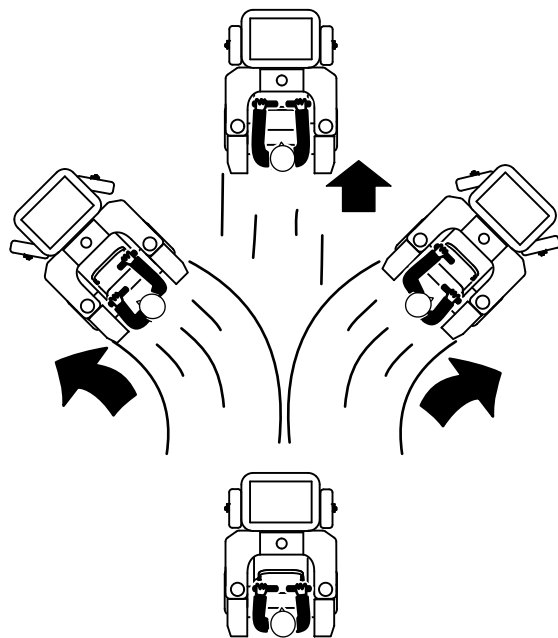

Figure 18
2. Poussez les leviers de commande de déplacement lentement en avant (Figure 18).